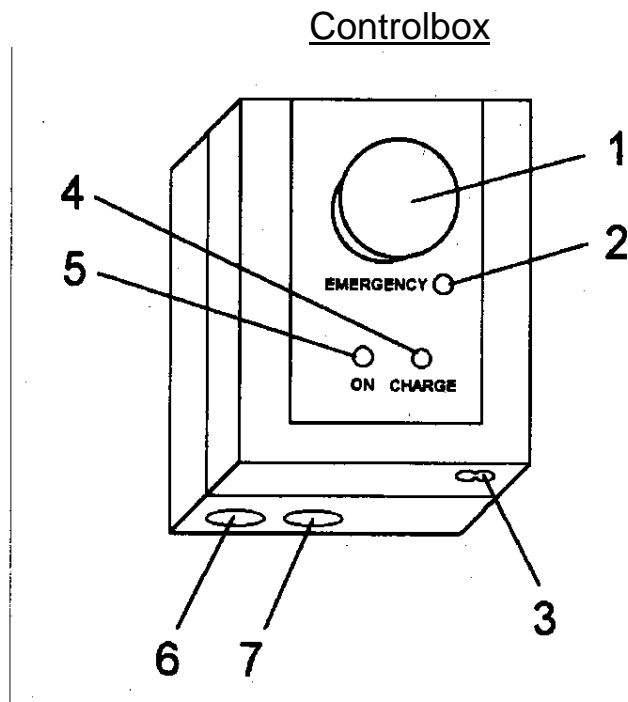

Abb. 4 Controlbox
- die NOT-AUS-Taste (Abb. 4, Pos. 1),
- die Ladebuchse (Abb. 4, Pos. 3) und
- die Ladekontrollleuchten (ON und CHARGE - Abb. 4, Pos. 4 und 5).
- die Anschlussbuchsen für Motor (Abb. 4, Pos. 6) und
- Handtastatur (Abb. 4, Pos. 7).
- Bei Gefahr die NOT-AUS-Taste drücken (Abb. 4, Pos. 1). Der Motor hält sofort an, die Hebe- oder Senkbewegung wird gestoppt.
- Ladekabel mit der Ladebuchse unter der Controlbox verbinden (Abb. 4, Pos. 2).